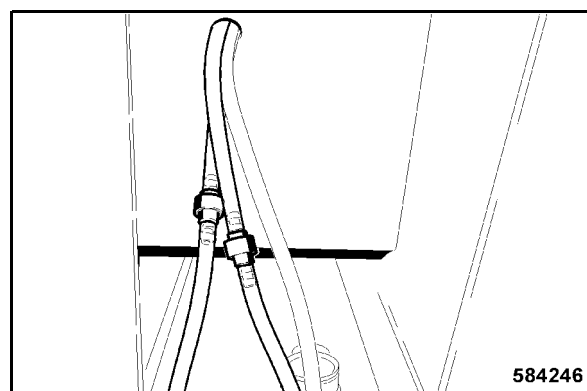

Fig. 228
- Raccorder les tuyaux pour l'alimentation de l'eau des lave-glaces du pare-brise et de la lunette arrière 1 (Fig. 228).